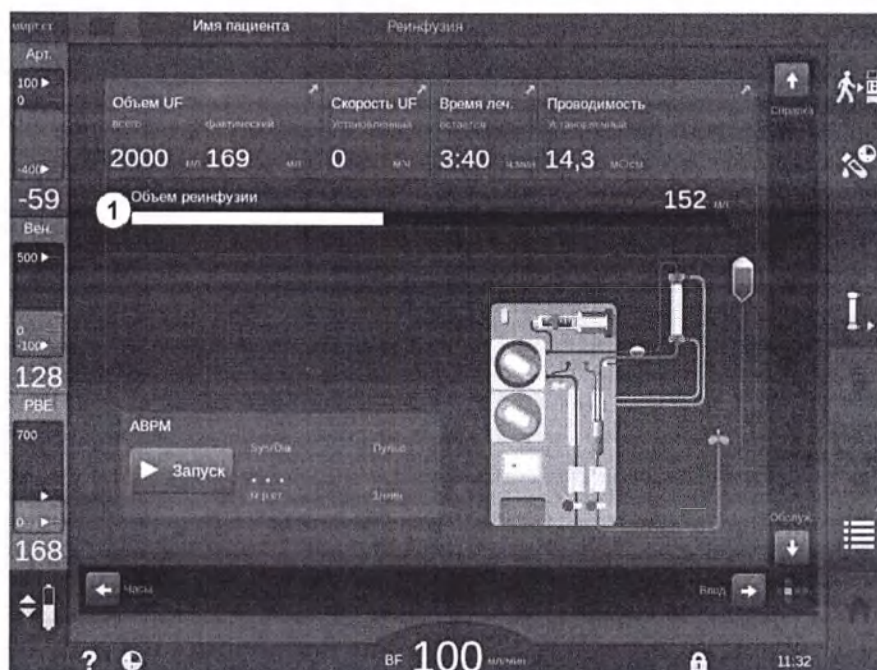

Рис. 6-20 Реинфузия в процессе
👉 На экране отображается объем реинфузии крови (Рис. 6-20, ①).